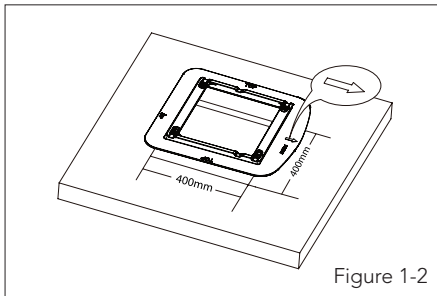

Figure 1-2
- Installieren Sie die Befestigungsplatte in der in Abbildung 1-2 gezeigten Pfeilrichtung in der Dachöffnung (der Pfeil zeigt zur Vorderseite des Fahrzeugs).